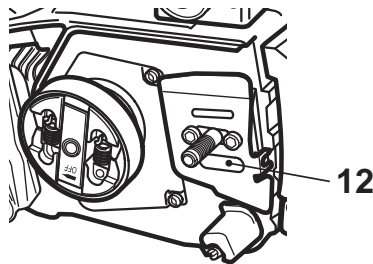

Fig. 54
2. Examinez le trou du réservoir d'huile (12); s'il est bouché, nettoyez-le afin d'assurer un graissage correct de la chaîne et du guide-chaîne lorsque l'appareil fonctionne. Utilisez pour cela un fil de fer mou assez fin pour être introduit dans le trou de vidange d'huile (Fig. 54).